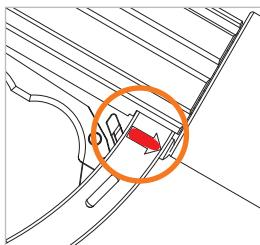

Figure 14
- ▶ Tournez le levier de verrouillage (pos. 6) en arrière dans le sens de la flèche (*Figure 14*) pour libérer le mécanisme de verrouillage et pour placer le levier de commande (pos. 7) en position OFF.